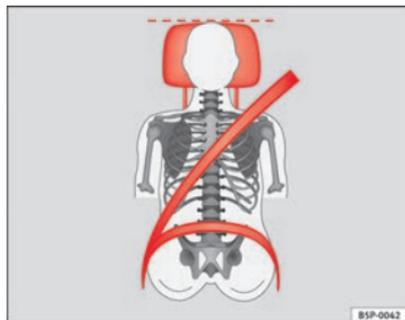

Fig. 14 Sangle de ceinture de sécurité bien ajustée et appui-tête correctement réglé (vue de face)
- La sangle baudrier de la ceinture de sécurité doit passer au milieu de l'épaule, jamais sur le cou. La ceinture de sécurité doit s'appliquer bien à plat sur le buste et l'enserrer fermement ⇒ fig. 14.